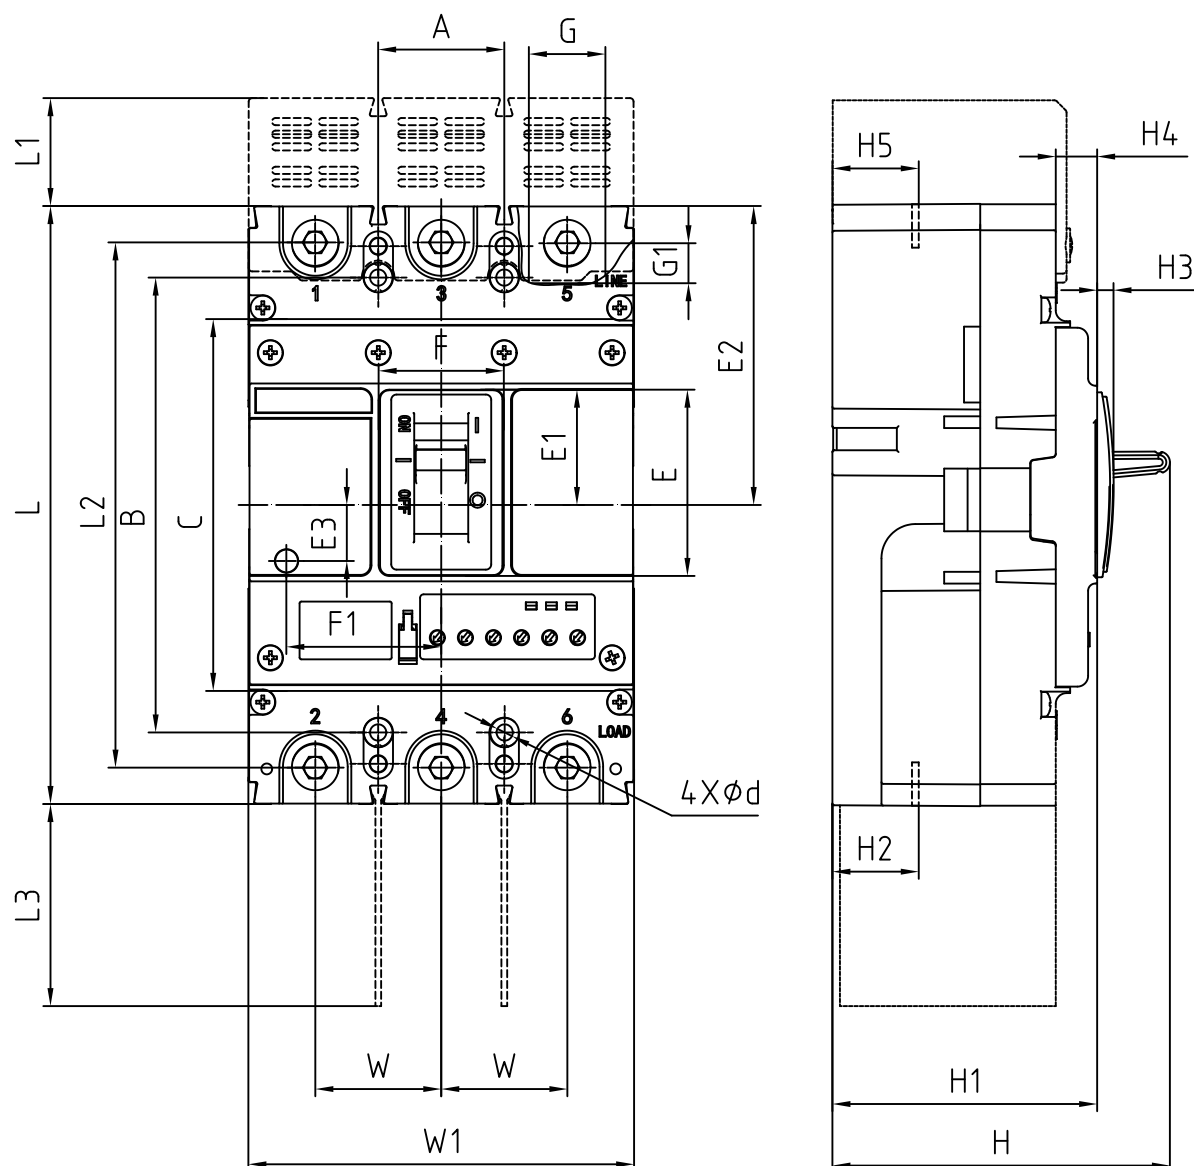

图 3 板前接线外形及安装尺寸
6.1 HYM3EP 系列断路器板前接线外形及安装尺寸见图 3 及表 7。